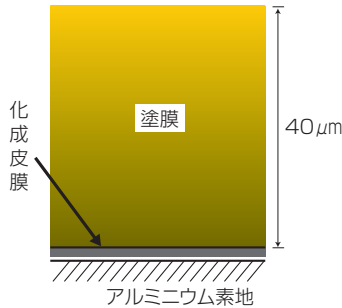

図3 着色塗装（化成皮膜＋エナメル塗装）断面構成例
アルミカーテンウォールではアルミニウム素地を化成皮膜処理した下地に着色塗装される「着色塗装タイプ」の塗材が上記①に該当し、その膜厚は40 μm 程度です（図3 1 μm = 1/1000 mm）。